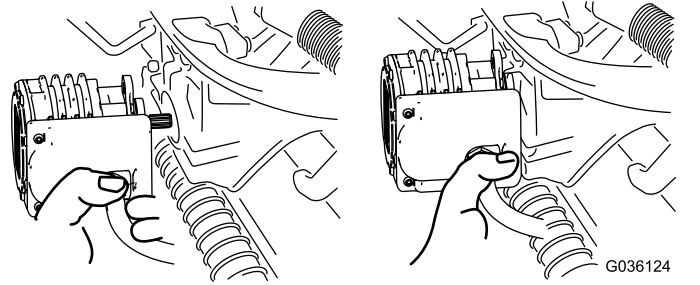

Figure 55
4. Amenez le moteur à la position de rangement sur l'avant du bras de suspension (Figure 55).